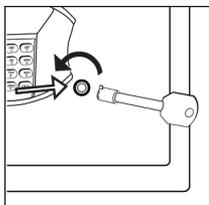

Abbildung 2
2. Führen Sie den Notschlüssel ein und drehen Sie ihn zum Öffnen des Tresors nach links (Abbildung 2).